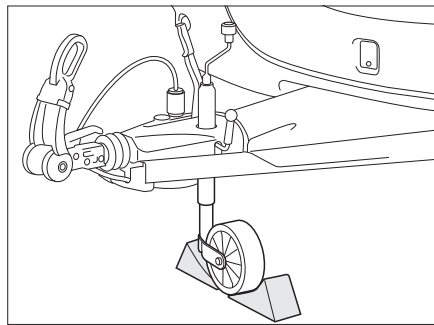

Bild 165 Stützrad sichern
- Das Stützrad quer zur Fahrtrichtung stellen und mit geeigneten Hilfsmitteln sichern (Bild 165).